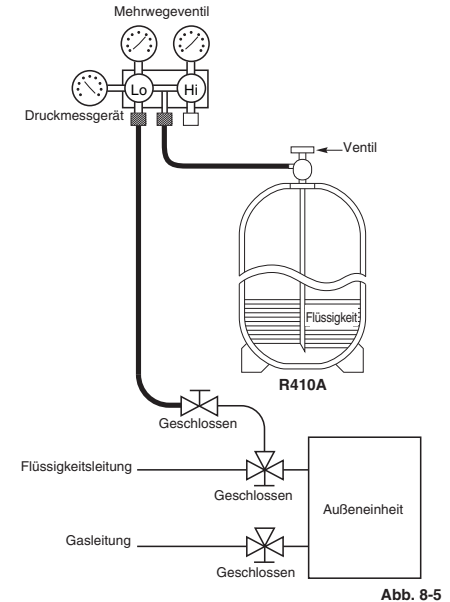

Abb. 8-5
- Einfüllen von zusätzlichem Kühlmittel (entsprechend der Flüssigkeitsleitungslänge, wie im Abschnitt "Zusätzliche Kühlmittelmenge" gezeigt) unter Verwendung des Wartungsventils an der Flüssigkeitsleitung. (Abb. 8-5)